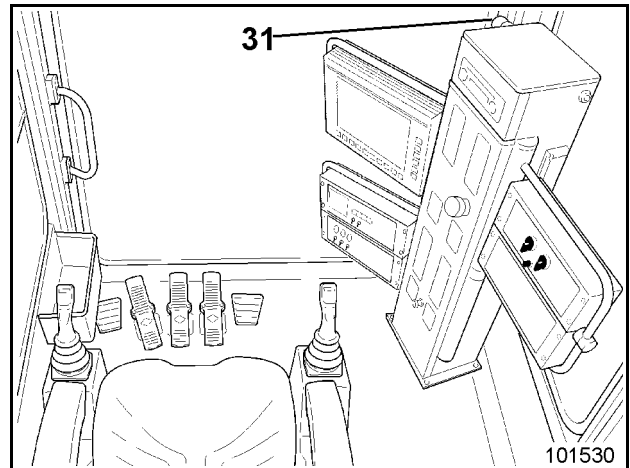

Fig. 2-35:
- en la columna de mando (31, Fig. 2-35:),